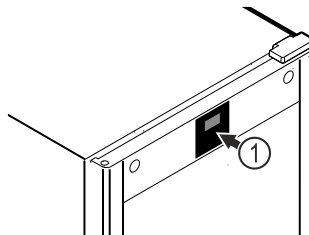

Fig. 51 Ilustrační zobrazení
Teploměr je kalibrován již z výroby (offset +6 Kelvinů). Pokud se vnitřní teplota liší od teploty na ukazateli teploty *Fig. 51 (1)*, můžete teploměr kalibrovat.